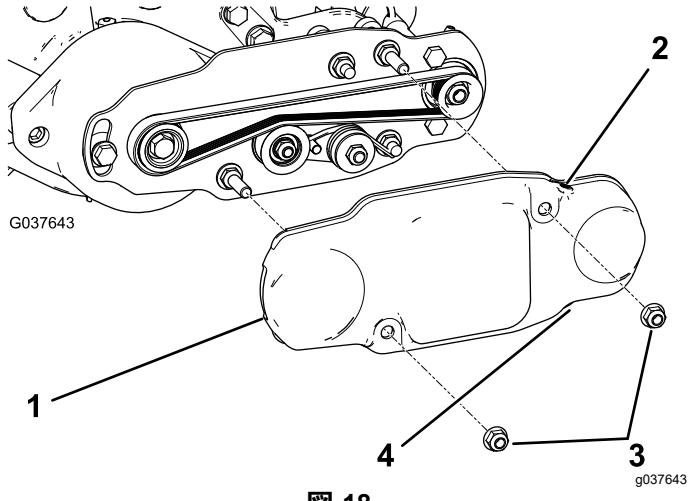

図 18
2. 取り付けボルトにベルトカバーを取り付けてフランジナット2個で固定する図 18。
3. 上部に固定ねじが取り付けられていることを確認し、底部の水抜き口についている固定ねじを外して捨てる図 18。